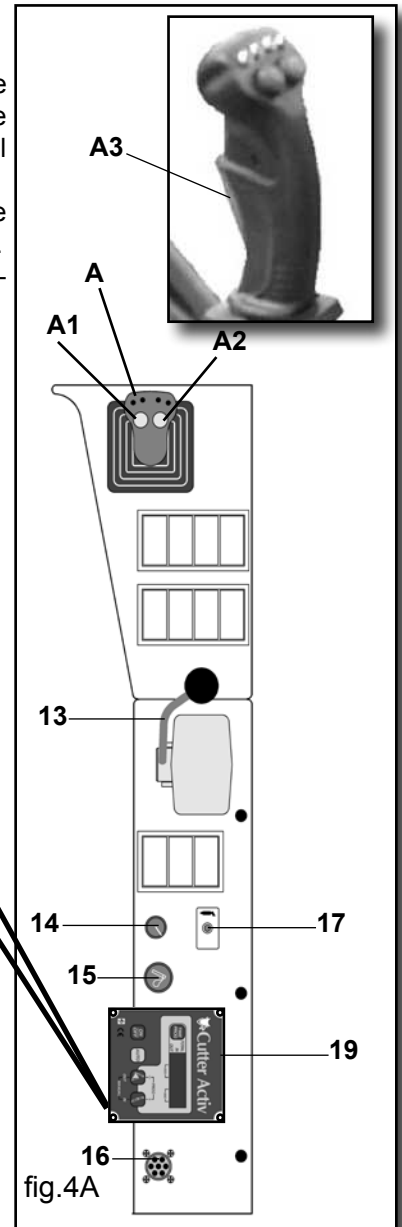
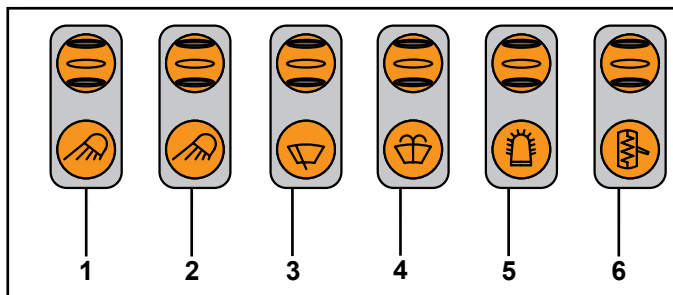

fig.4A
fig.4/1
Sez. 5.1.2 DESCRIZIONE CRUSCOTTO LATERALE (FIG.4)
N.B. di seguito(fig.4) indichiamo i simboli delle varie funzioni sui pulsanti, le diciture “destra” e “sinistra” sono sempre intese in riferimento al senso di marcia in avanti del carro.
La disposizione dei pulsanti sul cruscotto laterale (fig.4A) non è vincolante come da schema fig.4. La disposizione varia dalla configurazione richiesta e dai servizi optional presenti
Sez. 5.1.3 DESCRIZIONE PULSANTI SU LATO DX CIELO (FIG.4/1)
A LEVA MULTIFUNZIONE (fig.4A)